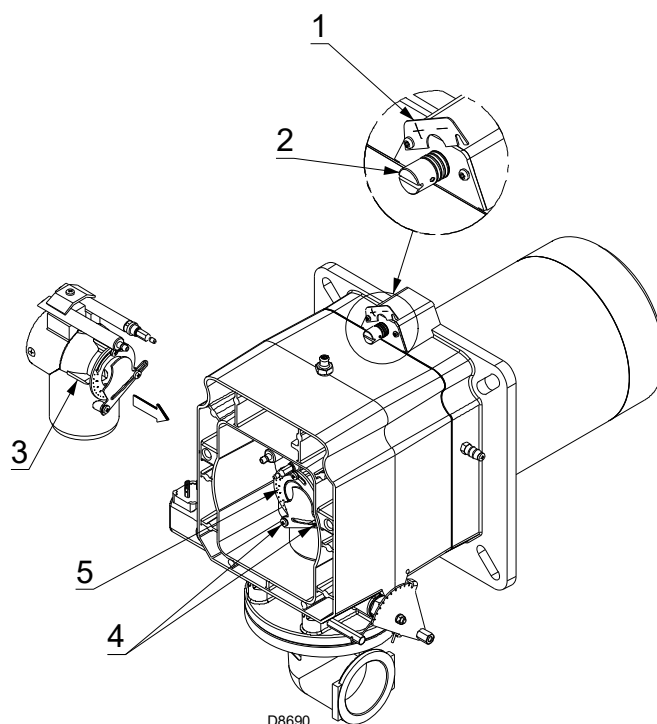

Fig. 14
- Ruotare la vite 2) fino a far collimare la tacca trovata con il piano anteriore della flangia 1)(Fig. 14).
Per facilitare la regolazione, allentare la vite della flangia 1)(Fig. 14), regolare e poi bloccare.
- Allentare le viti 4)(Fig. 14) e ruotare la ghiera 5) fino a far collimare la tacca trovata con l'indice 3).